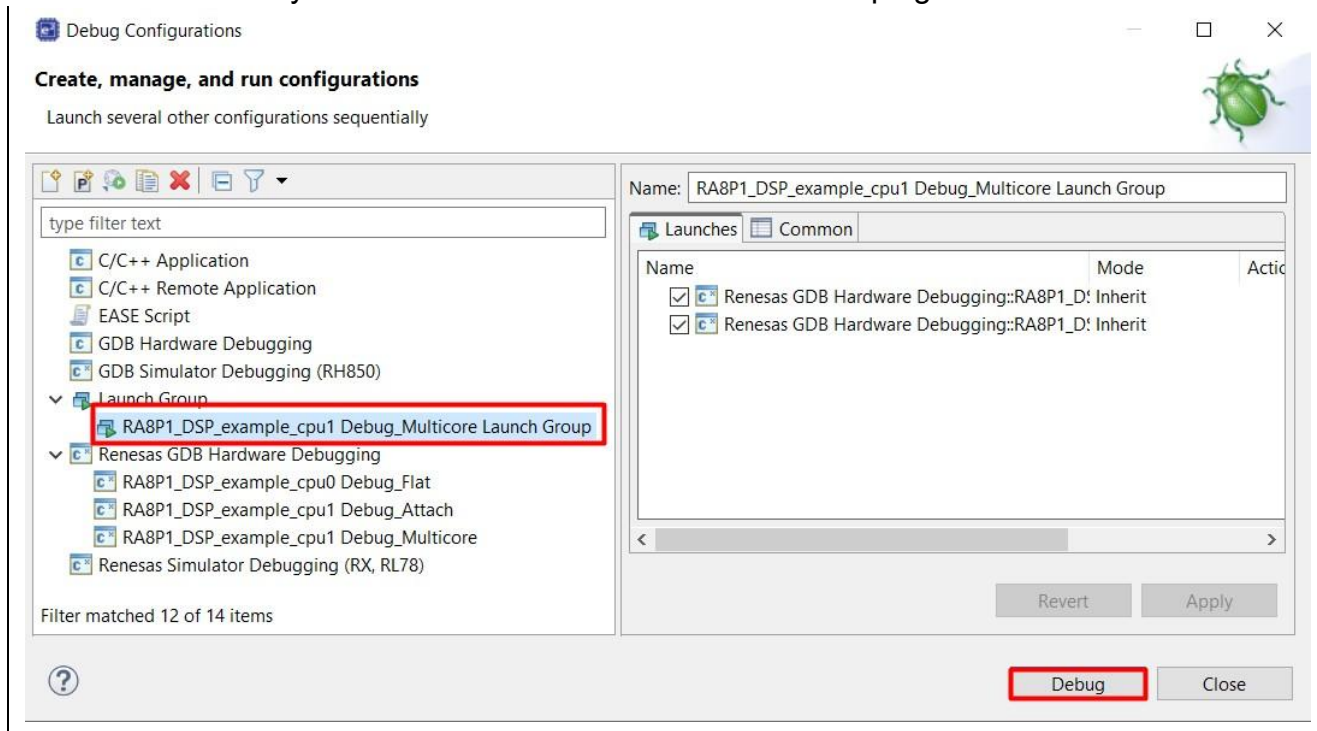

图 68. 调试 DSP 双核示例
2. 如图 68 所示选择"RA8P1\_DSP\_example\_cpu1 Debug\_Multicore Launch Group"。